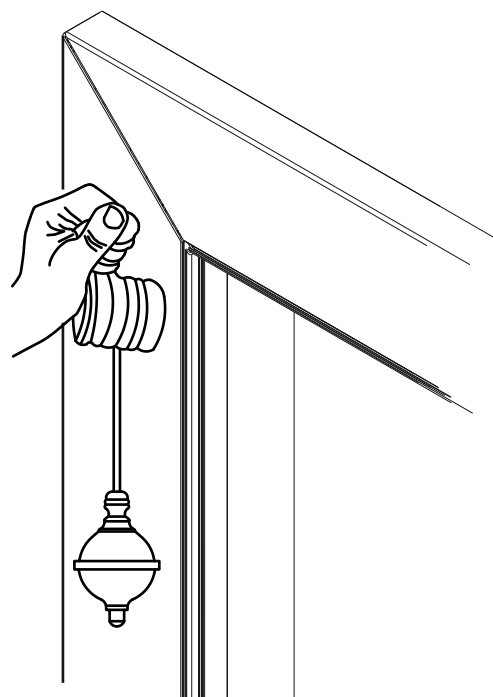

fig. F1
- ✎ Poggiare il telaio sulla parete e murare le palette a discrezione del muratore, **controllando scrupolosamente il piombo, il livello e l'allineamento del telaio.** **(fig. F1)**